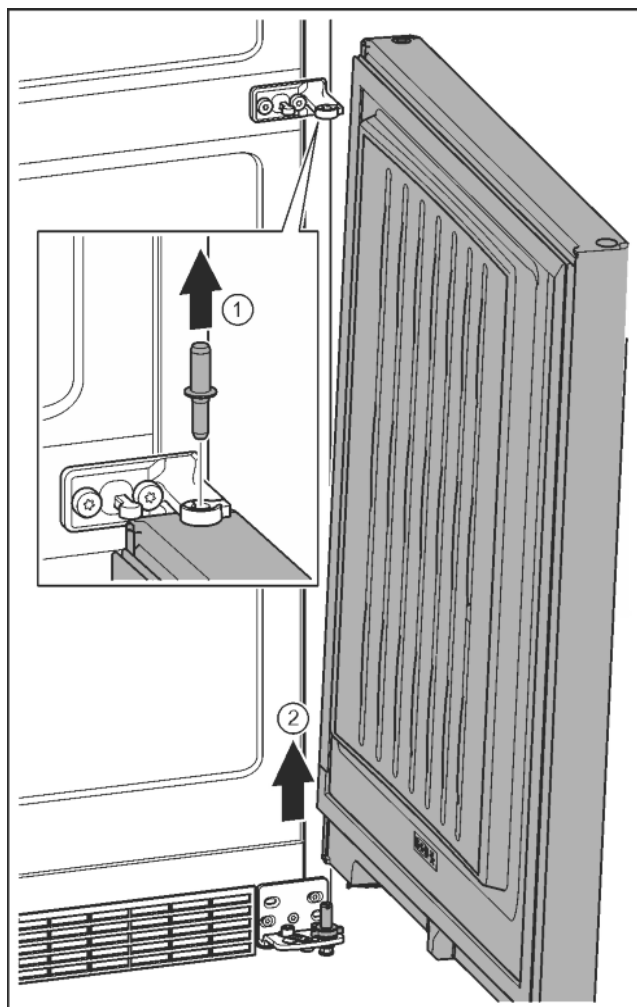

Fig. 12
- ▶ Felfelé húzza ki a csapszeget. *Fig. 12 (1)*
- ▶ Az ajtót fordítsa ki, húzza fel, és tegye félre. *Fig. 12 (2)*